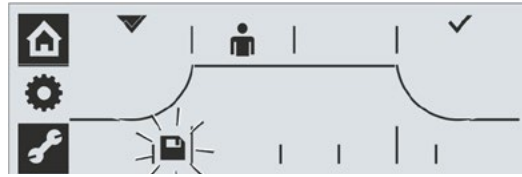

Fig. 12 : Sélection du symbole Enregistrer
16. Sélectionner le symbole Enregistrer : tourner le Drive Controller vers la droite jusqu'à ce que le symbole Enregistrer clignote (Fig. 12).